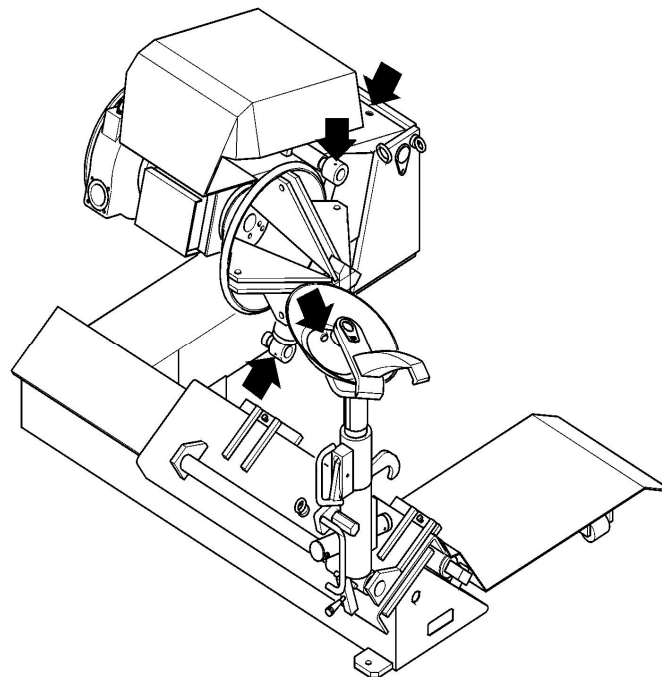

Рис. 41
**1.** Смазывайте станок в указанных местах консистентной смазкой один раз в месяц (Рис.41).